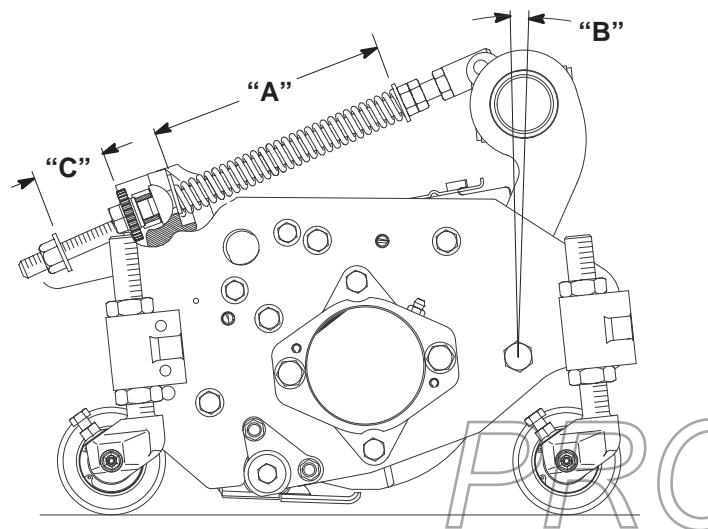

Figure 7
Le ressort de compensation (Fig. 7) qui relie le bâti porteur au plateau de coupe, contrôle la rotation avant/arrière disponible ainsi que la garde au sol lors du transport et des demi-tours.
1. Serrez le contre-écrou à l'arrière de la tige de ressort jusqu'à obtenir un écartement (C) de 25 mm entre l'arrière du support du ressort et l'avant de la rondelle (Fig. 7).
2. Serrez les écrous hex. sur l'extrémité avant de la tige de ressort jusqu'à ce que la longueur du ressort comprimé (A) soit égale à 203 mm (Fig. 7).
**Remarque :** Lorsque vous tondez des gazons irréguliers ou accidentés, augmentez la longueur du ressort comprimé (A) à 216 mm, et l'écartement (C) entre le support de ressort et l'avant de la rondelle à 38 mm (Fig. 7).
**Remarque :** Quand la longueur du ressort comprimé (A) DIMINUE, le transfert de poids du rouleau avant au rouleau arrière AUGMENTE et l'angle de rotation (B) du bâti porteur/plateau de coupe DIMINUE.
**Remarque :** Quand l'écartement (C) entre le support de ressort et la rondelle AUGMENTE, la garde au sol du plateau de coupe DIMINUE et l'angle de rotation (B) du bâti porteur/plateau de coupe AUGMENTE.